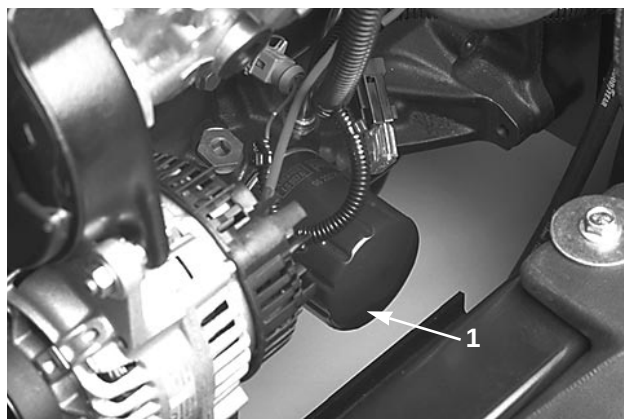

Figure 22
2. Déposer le filtre à huile (Fig. 22). Enduire le joint du filtre neuf d'une fine couche d'huile propre avant de le visser en place. NE PAS TROP SERRER.